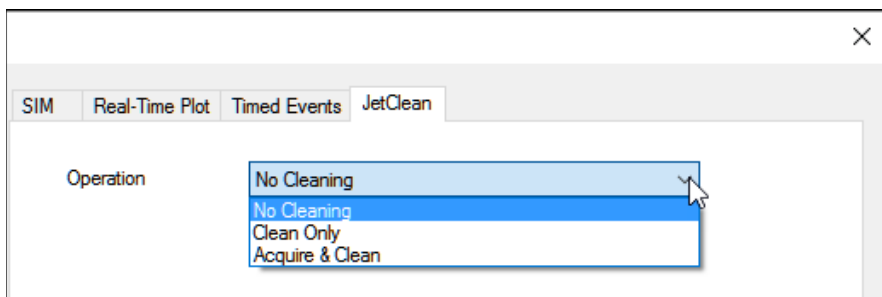

Figura 32 Seleção do modo de operação do JetClean
- 2 No painel de navegação do Editor de método de MS de quadrupolo único, selecione a guia **JetClean**. (Consulte **Figura 32**.)